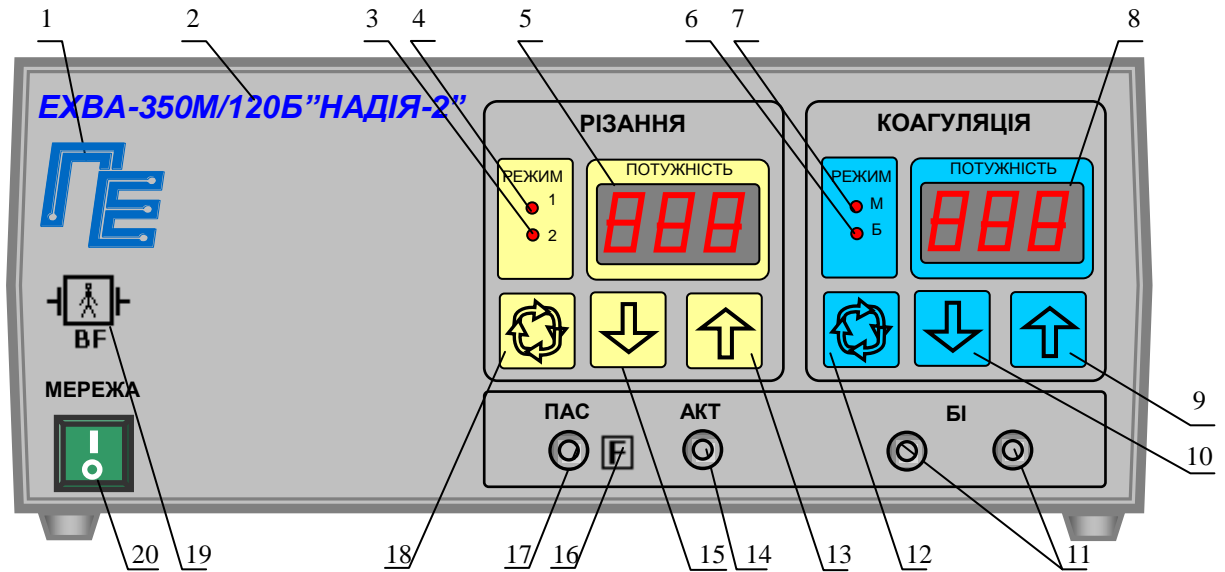
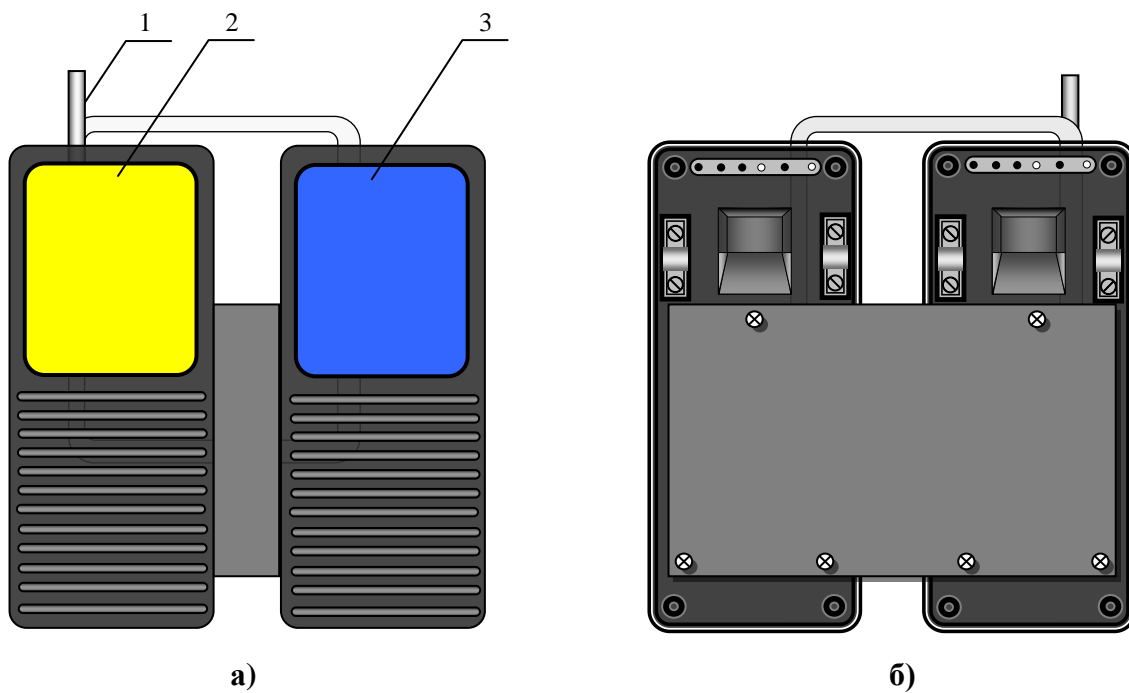

Рис.1. Передня панель електронного блоку.
Рис. 3. Ножна педаль
Конструктивно апарат виконаний у вигляді двох окремих блоків - електронного блоку (рис. 1,2) і ножної педалі (рис. 3).
На передній панелі електронного блоку розташовані наступні органи управління і індикації (рис.1):
Конструкція ножної педалі (рис.3) є підлоговою конструкцією, на якій розташовано дві рухомі платформи: ліва (2) - для включення виду роботи РІЗАННЯ, права (3) - КООГУЛЯЦІЯ.
7.2.3. Включити апарат, для чого встановити вимикач “МЕРЕЖА” в положення “**■**”. При цьому висвітлюються індикатори: “МЕРЕЖА”, вибраних режимів роботи. На індикаторах (5,8 рис.1) висвітлюються цифри встановленого рівня вихідної потужності.
7.2.4. Перевірити переключення режимів роботи, для чого послідовно натискаючи кнопки (12, 18 рис.1), переконатися, що апарат послідовно перемикає режими 1, 2 для РІЗАННЯ і режимів М, Б для КОАГУЛЯЦІЯ по послідовному загорянню відповідних індикаторів (3, 4, 6, 7 рис.1).
7.2.7. Перевірити регулювання рівня вихідної потужності, для чого, натиснувши кнопки управління (9, 13 рис. 1), переконатися, що відбувається збільшення показань індикатора рівня вихідної потужності, а натиснувши кнопки управління (10, 15 рис.1), переконатися, що відбувається зменшення показань індикатора рівня вихідної потужності. Перевірку провести як для виду робіт РІЗАННЯ так і для виду робіт КОАГУЛЯЦІЯ. Слід пам'ятати, що встановлені рівні вихідної потужності запам'ятовуються для кожного виду і режиму роботи. Види роботи включаються тільки по черзі.